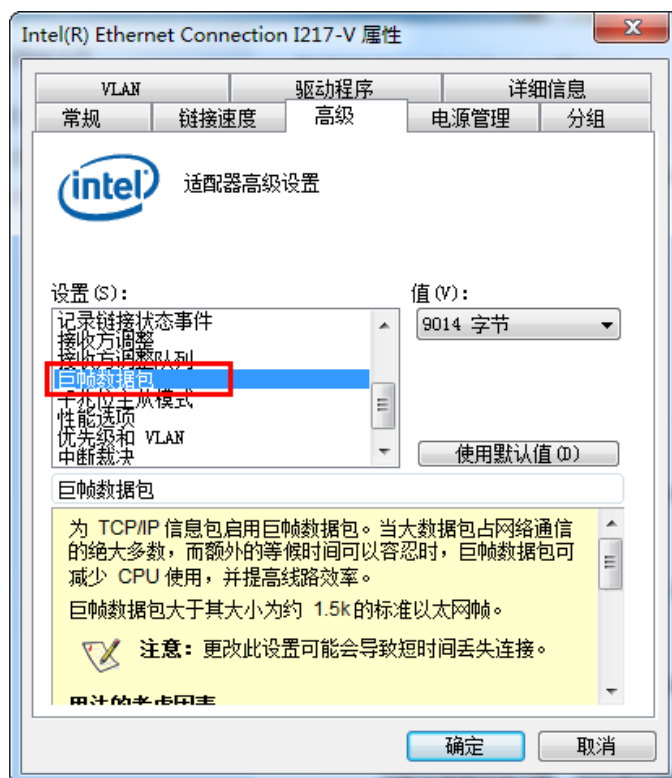

图2-3 设置巨帧
2. 依次打开“控制面板” > “硬件和声音” > “设备管理器” > “网络适配器”，选中对应的网卡，打开属性中的“高级”菜单，将“巨帧数据包”设置为最大值 9014 字节，如图 2-3 所示。